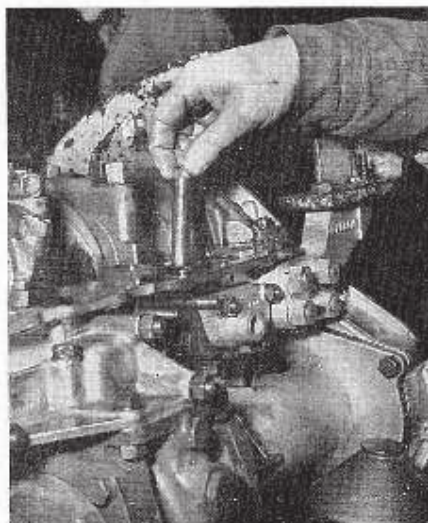

Fig. 19. — Mise en place de l'arbre intermédiaire de commande de pompe à huile.
• Remonter la pompe à huile, sans oublier de mettre en place l'arbre intermédiaire de commande (voir Fig. 19).